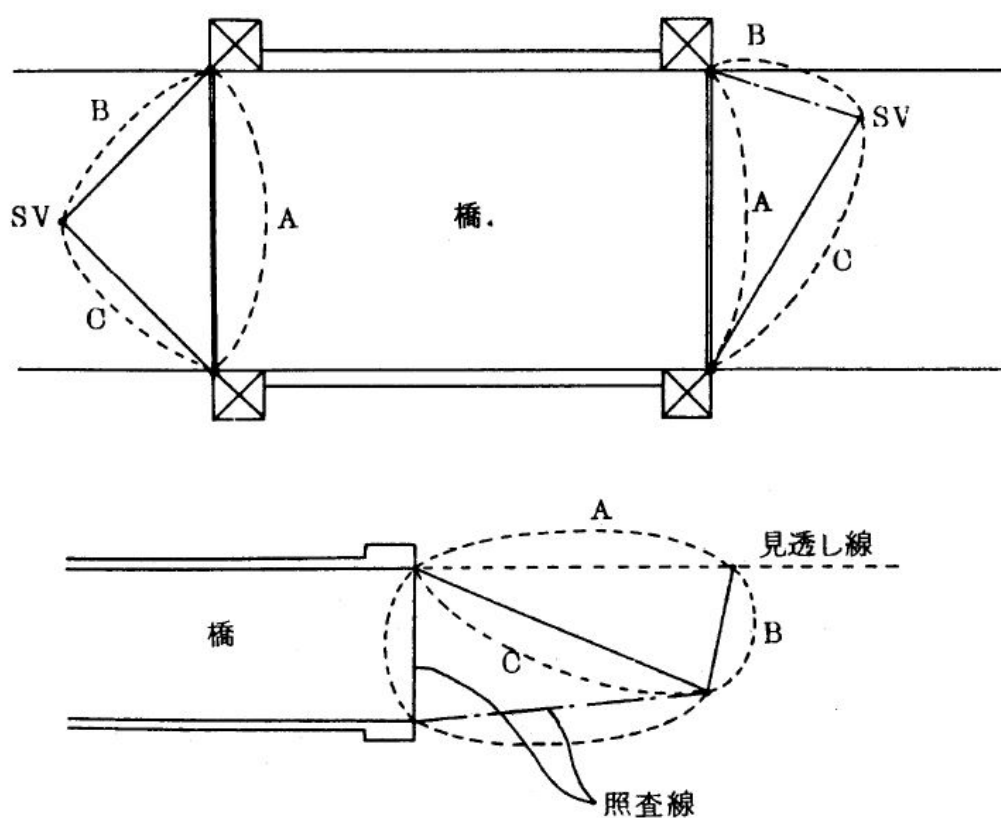

図4-4 橋梁及び護岸などを基準点及び基準線とする場合
(2) 橋梁及び護岸などを基準点及び基準線とする場合（図4-4）